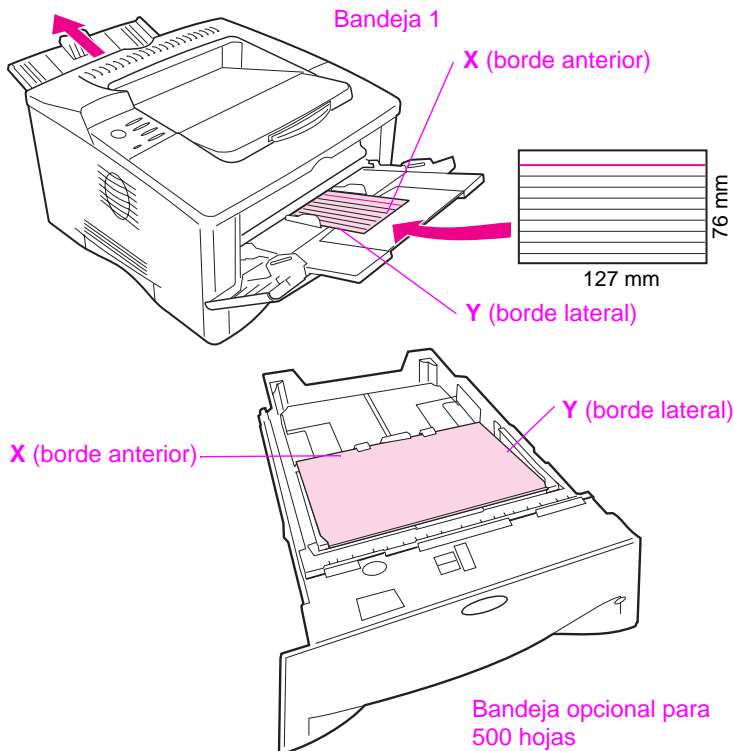

Figura 18 Impresión en papel de tamaño especial
- 3 En el menú Impresión, establezca la dimensión X (es decir, el borde anterior del papel) tal como se ilustra en la figura 18; X puede oscilar entre 76 y 312 mm para la bandeja 1, o entre 148 y 297 mm para la bandeja opcional para 500 hojas. Establezca la dimensión Y (es decir, el borde lateral del papel) tal como se ilustra en la figura 18; Y puede oscilar entre 127 y 470 mm para la bandeja 1, o entre 210 y 432 mm para la bandeja opcional para 500 hojas.